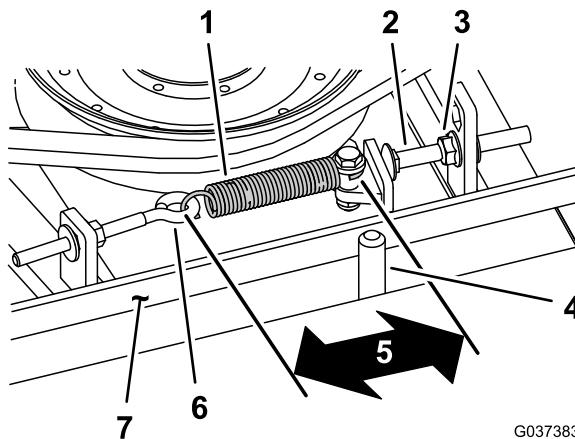

Figura 114
Cuando está correctamente tensado, la longitud en el interior del muelle de extensión (entre ganchos) debe ser de 8,3 cm a 9,5 cm aproximadamente. Una vez que haya obtenido la tensión correcta del muelle, ajuste el perno de tope (perno de cuello cuadrado) hasta que quede aproximadamente 2–5 mm de holgura entre la cabeza del perno y el brazo tensor (Figura 114).
Nota: Asegúrese de que la correa está colocada en el lado del muelle de la guía de la correa (Figura 114).
2. Afloje el perno de ojal (Figura 114).
3. Afloje la tuerca con arandela prensada que fija el perno de tope a la pestaña de montaje, y aparte la polea tensora de la correa (Figura 114).
9. Conecte el muelle de extensión (Figura 114) al perno de ojal y tense la correa de la siguiente manera: